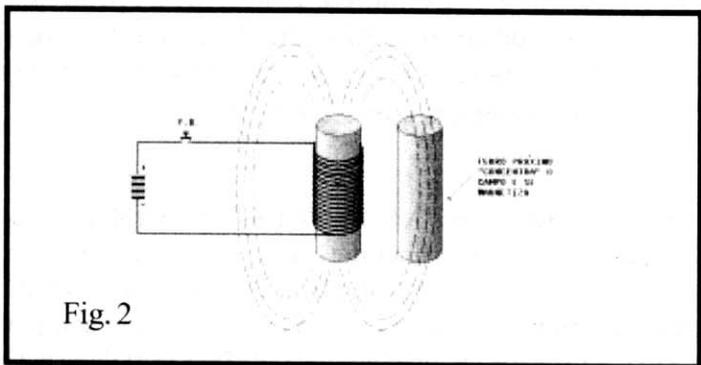

Fig. 2
- FIG. 2 - INDUZINDO O MAGNETISMO NUM NÚCLEO PRÓXIMO - Se, como ilustra a figura, colocarmos junto ao nosso ELETRO-IMÃ, um **outro** núcleo de ferro (apenas para exemplificar - mas não obrigatoriamente - podendo ser igual ao que já está dentro da bobina...), tão próximo que esse segundo núcleo possa ser envolvido pelas LINHAS DE FORÇA geradas pelo ELETRO-IMÃ, tal núcleo extra também ficará magnetizado...